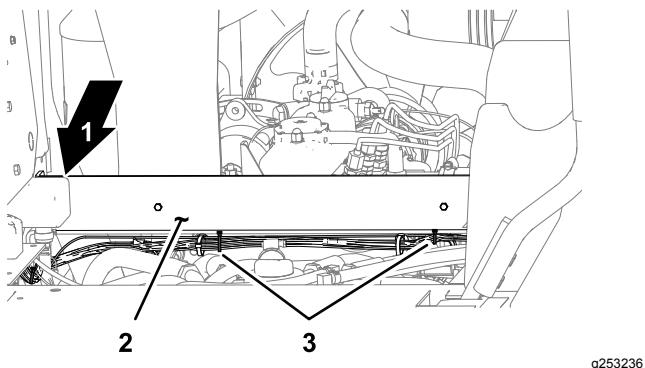

Figure 18
- Sous la traverse, attachez le faisceau électrique au faisceau de câblage de la machine avec 2 serre-câbles, comme montré à la Figure 18.